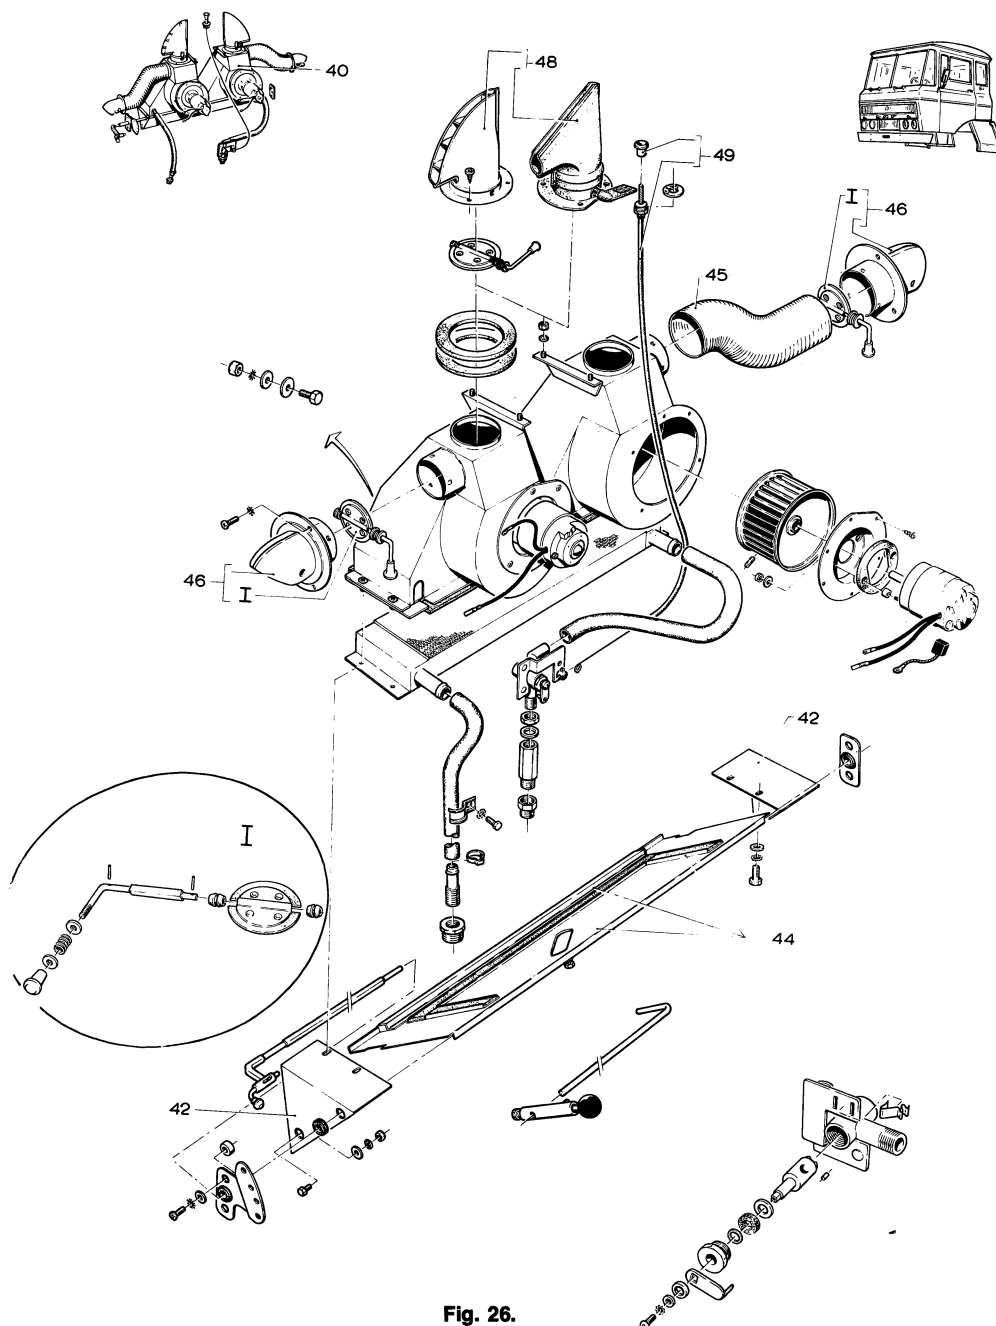
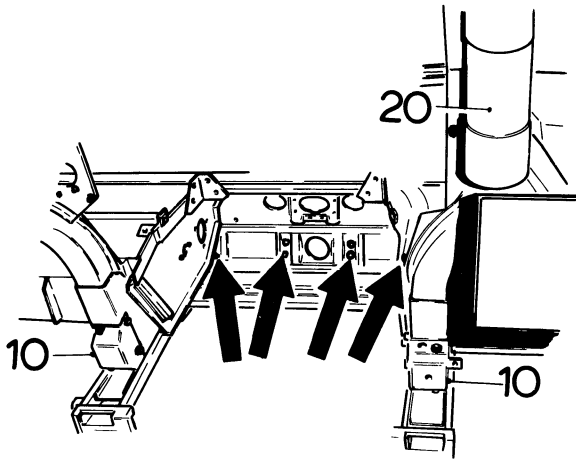

Fig. 26.
Fig. 27.
1. De voorgemonteerde kachel (fig. 26) wordt van onderaf in de cabine geschoven en met vier moeren, ter weerszijden van het reeds eerder genoemde overloopventiel van de expansietank (39) (fig. 23), tegen de dashboardplaat vastgezet (fig. 27).
1. La chaufferette (fig. 26) qui a été préalablement assemblée, est introduite par-dessous de la cabine, et fixée au moyen de quatre vis de part et d'autre de la valve de barrage du vase d'expansion (39) (fig. 23), sur le tableau de bord (fig. 27).
4. Breng de luchtvangklep (44) aan (fig. 26).
5. Monteer de bedieningshefboom met toebehooren (fig. 26).
6. Schuif aan weerszijden van de kachel de luchtslangen (45) op en monteer de voetverwarmers (46) (fig. 26).